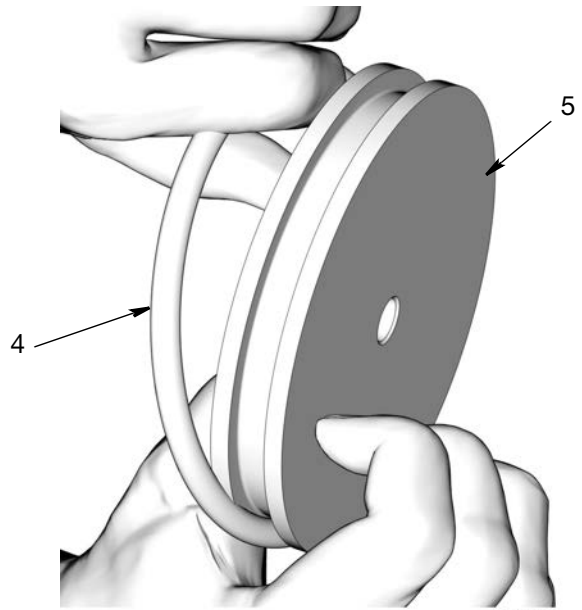

ABB. 24
- c. Den O-Ring (4) vom Kolben (5) entfernen (ABB. 24).